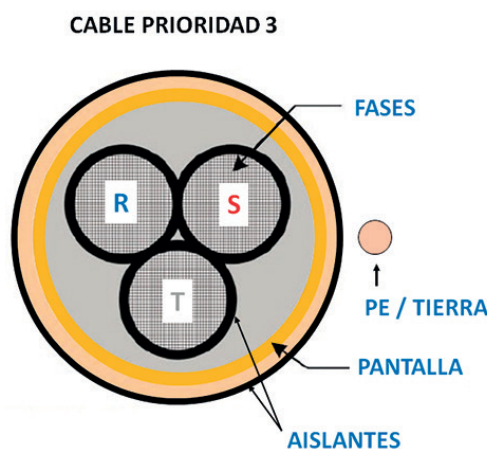

Figura 5. Prioridad 3; cable apantallado simétrico equilibrado con 3 conductores de fase sin cable interno de tierra.
**Cable de prioridad 3:** este cable (Figura 5) no tiene un conductor de tierra interno y la conexión a tierra se basa únicamente en la pantalla general del cable. Si la pantalla del